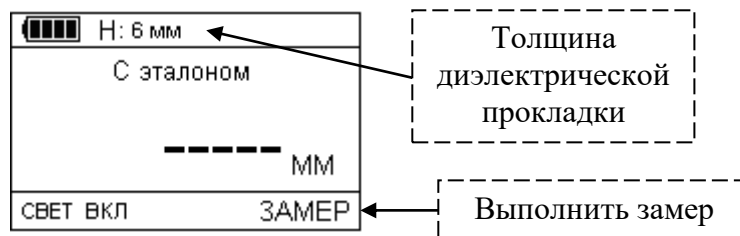

Рисунок 3.2 – Выполнение замера через эталонный образец
6. Нажать клавишу «», тем самым выполнить второй замер (рис. 3.2);